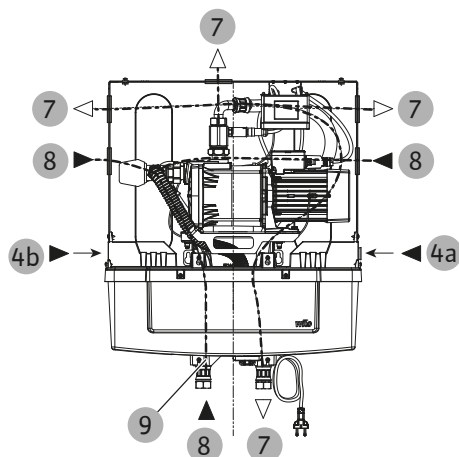

Fig. 14: Raccordements hydrauliques
- Raccordement pour la distribution de l'eau de fonctionnement (manchon G 1") (Fig. 14, pos. 7).
- Tuyau d'eau du robinet (G 3/4") (Fig. 14, pos. 4 ou chapitre Rotation du raccordement de l'eau du robinet [► 88] pos. 4a ou 4b)
Il est vivement recommandé de combiner un tuyau flexible et une vanne d'arrêt pour effectuer le raccordement. Le raccordement pour la vanne de réalimentation (Fig. 14, pos. 4) doit comporter un joint plat et un manchon.
- Conduite d'aspiration du réservoir (manchon G 1") (Fig. 14, pos. 8)
- Relier le raccordement de trop-plein (Fig. 14, pos. 9) pour petites fuites au tuyau de trop-plein (à fournir par le client, diamètre intérieur Ø 19–21 mm) (Fig. 2, pos. 29)
L'arrivée d'eau du robinet (Fig. 1, pos. 4) est montée de série sur le côté droit (Fig. 14, pos. 4a) de la bêche de stockage. Pour faciliter l'installation, il est possible de la monter sur le côté gauche (Fig. 14, pos. 4b).